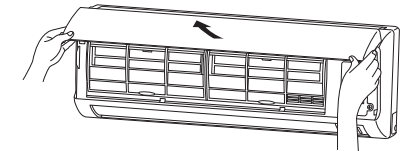

Abb. 3-44
- Die Kante des Lufteinlassgitters an der oberen Seite der Inneneinheit hineingleiten lassen und dann bis zum Anschlag hineindrücken. (Abb. 3-44)